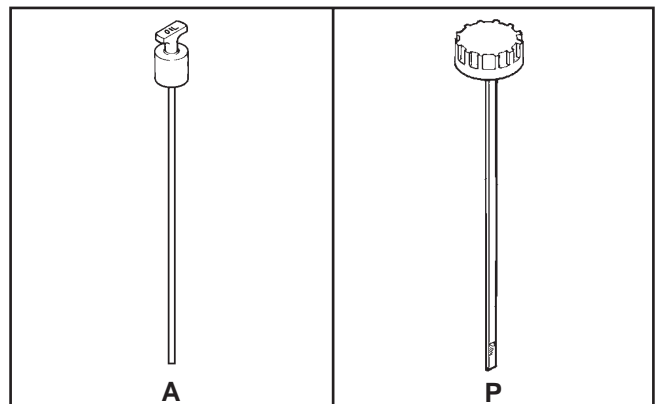

Figura 6-2. Verificar o Nível do Óleo.
**Para motores com uma vareta do estilo pressão:** Reinsira a vareta no tubo e pressione no tubo, Consulte a Figura 6-2 (A).
**Para motores com uma vareta do estilo roscado:** Reinsira a vareta no tubo e assente a tampa de enchimento do óleo no tubo. Não rosque a tampa no tubo. Consulte a Figura 6-2 (B).